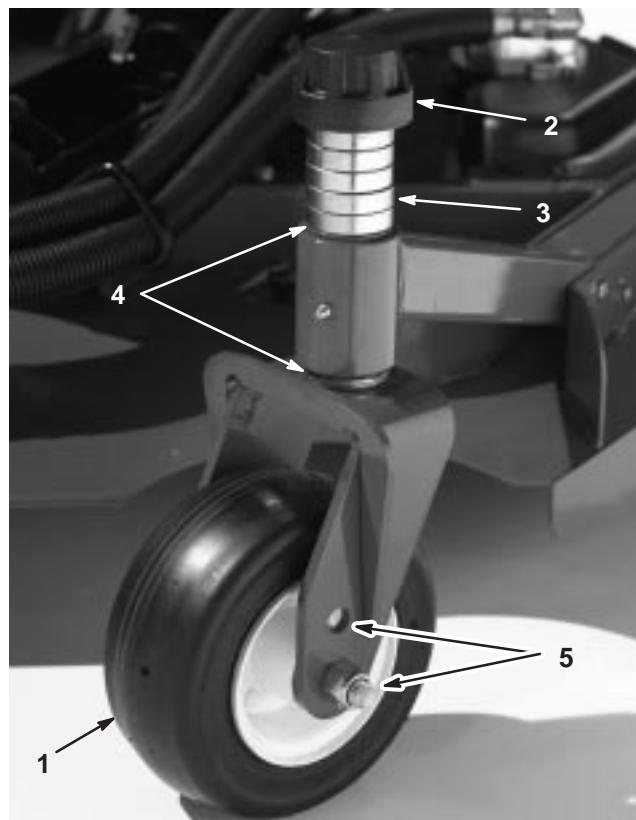

Figure 14
- Enlevez le chapeau de tension de l'axe de pivot (Fig. 14) et sortez l'axe du bras pivotant. Replacez les deux cales (3 mm) sur l'axe de pivot comme à l'origine. Elles sont requises pour que les plateaux de coupe soient parfaitement de niveau sur toute la largeur. Placez le nombre requis d'entretoises de 1,25 mm sur l'axe de pivot pour obtenir la hauteur de coupe voulue, puis ajoutez la rondelle.